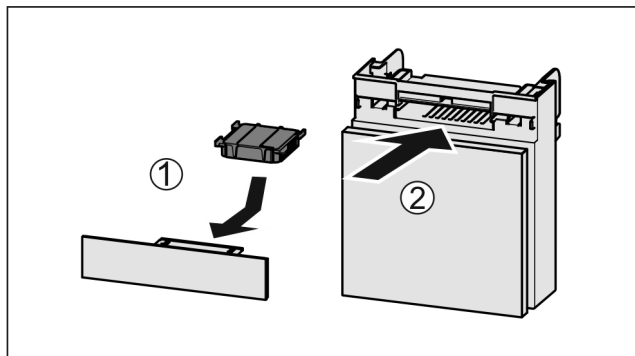

Fig. 161
- Introduzca el compartimiento Fig. 161 (2).